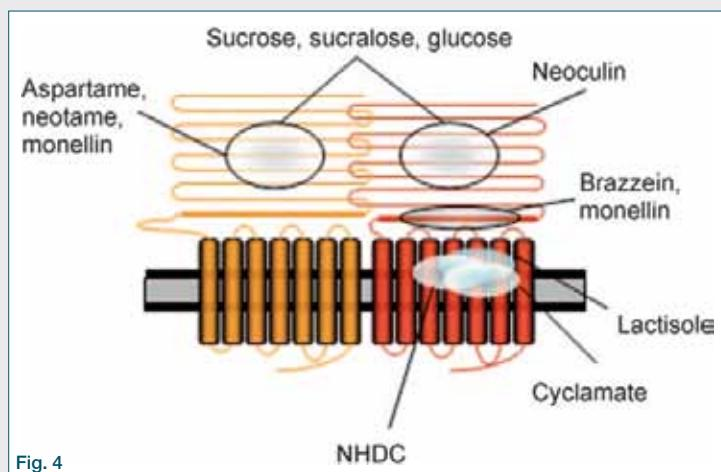

Fig. 4
risposta solo dopo che la sequenza del genoma (umano e di altri mammiferi) è divenuta di pubblico dominio. Ad oggi è stato identificato un solo recettore per il sapore dolce, formato da due proteine (T1R2 e T1R3) che solo quando formano un eterodimero sono in grado di rispondere a tutte le sostanze dolci con cui il recettore è stato testato. Esso è in grado di fare ciò in quanto presenta diversi siti di legame che possono ospitare i vari ligandi [6]. Inoltre è stato dimostrato che è sempre il recettore T1R2-T1R3 a essere coinvolto nell'azione di sostanze in grado di inibire la percezione del sapore dolce, come il lactisolo, il quale si lega alla parte transmembrana del recettore stesso, impedendone il corretto funzionamento (Fig. 4, da ref. 6). È stato anche possibile speculare su un altro fenomeno particolarmente importante quale la sinergia che alcuni composti dolci presentano quando usati in miscele [7]: un composto è attivo se si lega al suo sito di legame generando una certa risposta in termini di dolcezza relativa^b, ma se nella cavità buccale è presente un altro composto che si lega a un sito diverso, la contemporanea occupazione dei due siti nel recettore porta all'esaltazione della risposta in modo sinergico. Questo fenomeno è particolarmente importante perché permette di usare quantità minori di sostanze dolcificanti per ottenere una stessa dolcezza relativa.